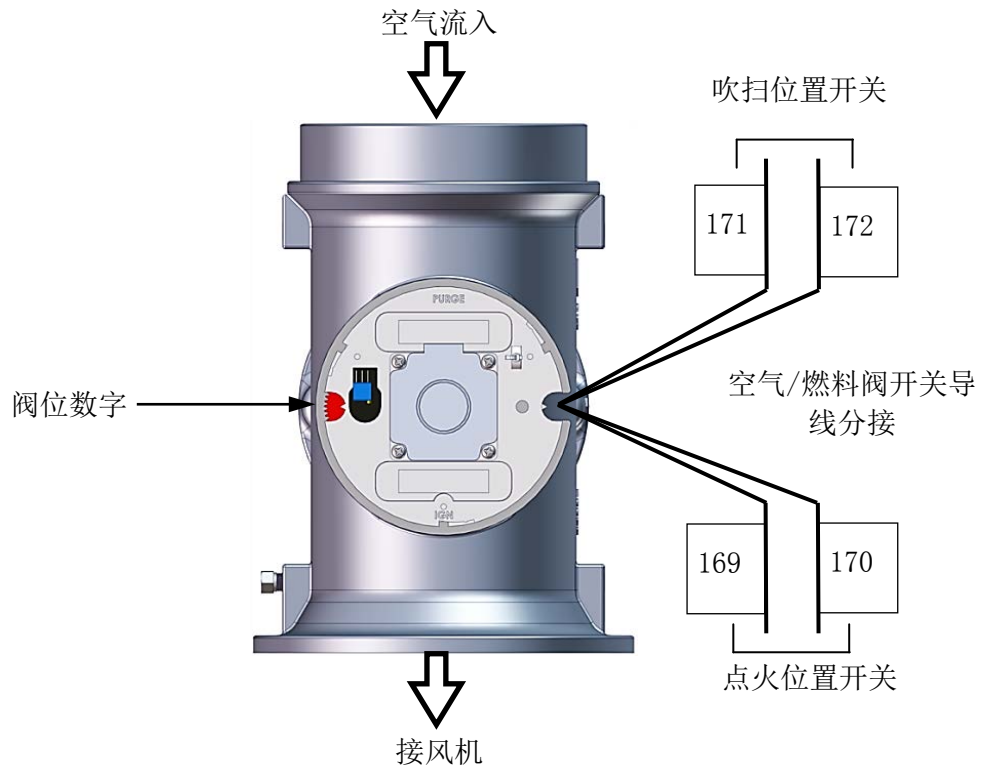

图 5-8. 空气/燃料阀吹扫和点火开关位置
3. 从 **Purge**（吹扫）开关拆下导线 #171 或 #172（图 5-8）。
4. 从 **Ignition**（点火）开关拆下导线 #169 或 #170（图 5-8）。